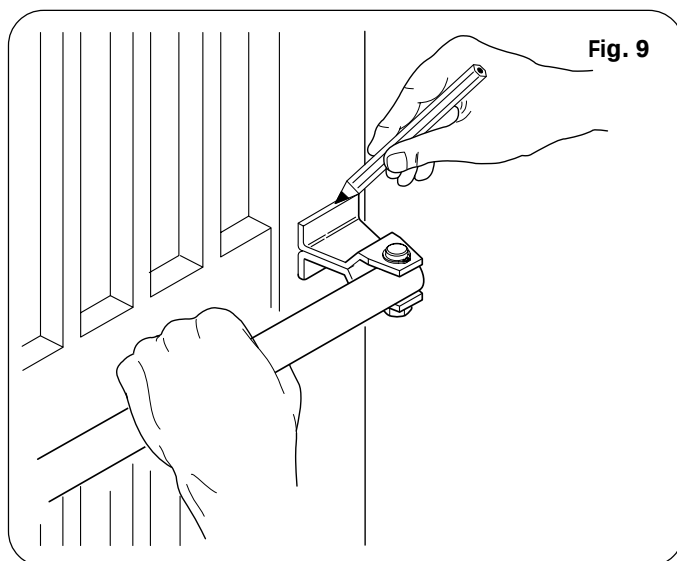

Fig. 9
- 7) Cierre la hoja de la cancela y, manteniendo el operador perfectamente horizontal, halle en la hoja la posición del empalme anterior (Fig.9).